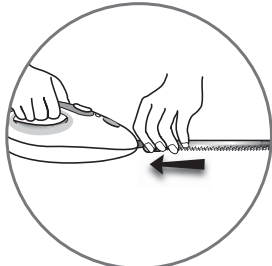

Fig 2
2. L'appareil n'étant pas branché, introduire à fond les extrémités des lames (tranchant dirigé vers le bas) dans le bloc moteur (4) en pinçant les gardes (5) (fig. 2). Après introduction relâchez la pression pour permettre le clipsage des lames, ce qui se confirme par un léger dé clic.
2. With the appliance unplugged, introduce the ends of the knives fully (cutting edge downwards) into the motor unit (4) while pinching the protections (5) (fig. 2). Once in place, release pressure to allow the knives to clip into place.
2. Aangezien het apparaat niet is aangesloten dienen de uiteinden van de messen (snijoppervlak naar beneden gericht) in het motorblok (4) te worden aangebracht door de messenhouders op elkaar te klemmen, (5) (fig. 2). Na het inbrengen, loslaten om het vastklikken van de messen mogelijk te maken, hetgeen bevestigd wordt door een lichte 'klik'.
2. Bei gezogenem Gerätestecker die Klingendenen mit der Schneide nach unten bis zum Anschlag in den Motorblock (4) einführen und dabei den Fingerschutz (5) zusammendrücken (Abb. 2). Nach dem Einführen der Messer den Fingerschutz loslassen, damit die Klingen hörbar einrasten.